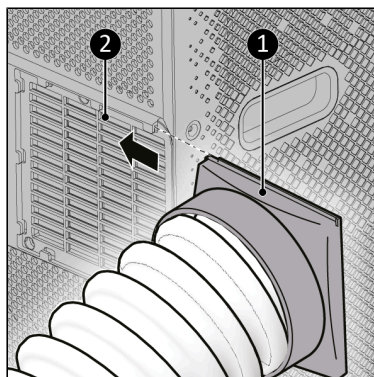

Figure 70.
7. Reliez le raccordement de flexible (Figure 70, pos. 1) à la sortie d'air chaud de l'appareil (Figure 70, pos. 2).